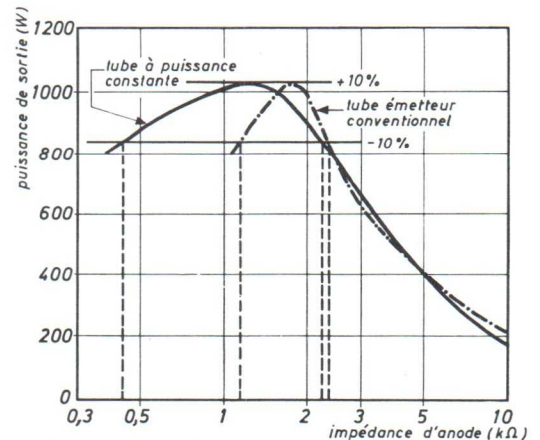

Fig. 2. La puissance de sortie en fonction de la résistance de charge pour tube émetteur conventionnel et pour une triode à « puissance constante ».
- cathode à pouvoir émissif accru permettant des tensions anodiques plus basses pour une même puissance de sortie, fig. 2,